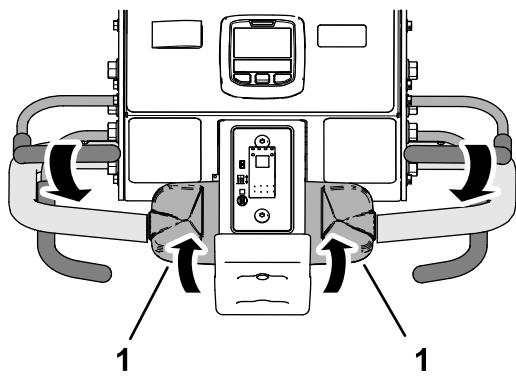

Bild 97
3. Halten Sie den Schaltbügel am Lenker und drehen Sie den oberen Teil des Fahrantriebshebel langsam nach hinten (Bild 97).